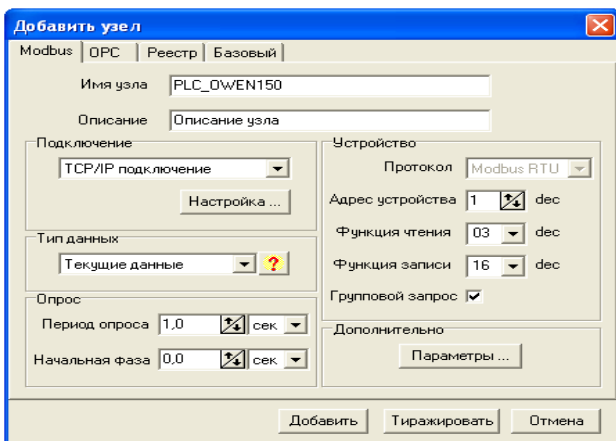

Рисунок 2.4 – Вікно налаштування властивостей вузла
2) За допомогою команди *Добавить узел* в меню *Изменить* або кліка мишею по третьому ярлику на панелі інструментів додайте до поточних даних новий *Modbus*-вузел. У вікні, що з'явилося, виберіть вкладку *Modbus* та встановіть параметри *Modbus*-вузла, як це зображено на рис. 2.4 (опис параметрів дивиться в довідці до *LectusOPC*).